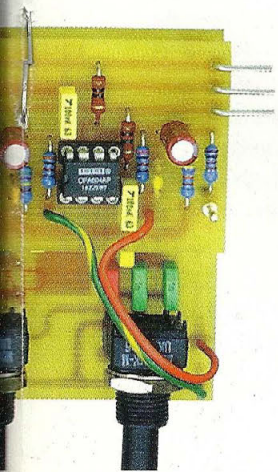

Figure 8
- une plaque de commande de ces dix inductances (figure 8),